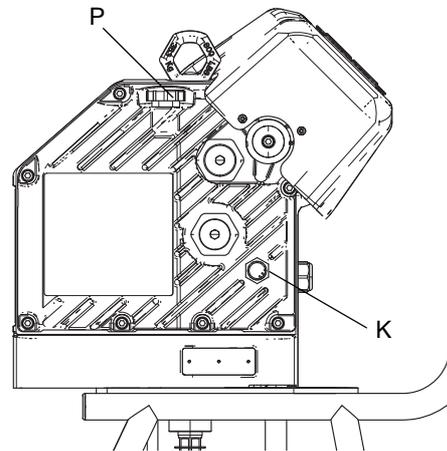

FIG. 7: Mirilla y tapón de llenado de aceite
Antes de usar el equipo, abra el tapón de llenado (P) y vierta aceite sintético para engranajes sin silicona Graco n.º Ref 16W645 ISO 220. Compruebe el nivel de aceite en la mirilla de cristal (K). Consulte FIG. 7.
3. Abra el tapón de llenado (P) y vierta el aceite sintético sin silicona para engranajes Graco n.º Ref 16W645 ISO 220. Compruebe el nivel de aceite en la mirilla de cristal (K). Rellene hasta que el nivel de aceite esté cerca de la mitad de la mirilla. La capacidad de aceite es de aproximadamente 0,9 - 1,1 litros (1,0 - 1,2 cuartos de galón). No llene excesivamente.
4. Vuelva a colocar el tapón de llenado. Vea FIG. 7, página 8.